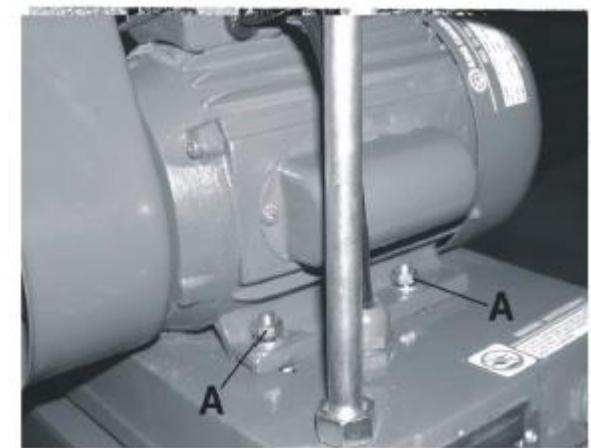

Рис. 21
4. Ослабить четыре гайки (A) крепления двигателя, рис. 21, и переместить двигатель в направлении шлифовального диска для ослабления натяжения клинового ремня.
10. После регулировки натяжения затянуть четыре гайки (A) крепления двигателя, рис. 21.